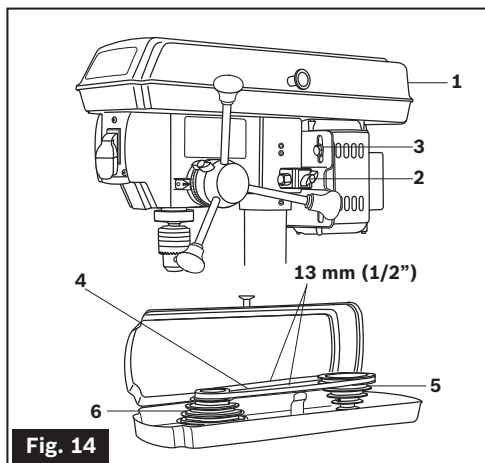

Fig. 14
### Instale a correia (fig. 14)
1. Abra a cobertura das polias e da correia (1).
2. Afrouxe os reguladores de fixação da tensão da correia (2) localizados em ambos os lados da furadeira de coluna.
3. Deslize o motor (3) o mais próximo possível do cabeçote da furadeira de coluna.
4. Coloque uma correia (4) ao redor da polia do motor (5) e da polia do fuso (6) na posição apropriada para a velocidade desejada (veja a fig. 14).
5. Puxe o motor afastando-o do cabeçote da furadeira de coluna até que a correia esteja tensionada apropriadamente. Aperte os reguladores de fixação da tensão da correia (2).
**Atenção!** A correia (4) deve estar suficientemente tensionada para evitar que ela escorregue. A tensão estará ajustada corretamente se a correia tiver uma deflexão de aproximadamente meia polegada quando se exercer pressão com o polegar em seu ponto central, entre as polias.
### Instale la correa (fig. 14)
1. Abra la cubierta de las poleas y de la correa (1).
2. Afloje los pomos de fijación de la tensión de la correa (2) ubicados a ambos lados del taladro de columna.
3. Deslice el motor (3) lo más cerca posible del cabezal del taladro de columna.
4. Coloque una correa (4) alrededor de la polea del motor (5) y la polea del husillo (6) en la posición apropiada para la velocidad deseada (vea la Fig. 14).
5. Tire del motor alejándolo del cabezal del taladro de columna hasta que la correa esté tensada apropiadamente. Apriete los pomos de fijación de la tensión de la correa (2).
**⚠ ¡Advertencia! La correa (4) debe estar lo suficientemente tensa como para evitar que resbale. La tensión está ajustada correctamente si la correa tiene una deflexión de aproximadamente media pulgada cuando se ejerce presión con el pulgar en el punto central de la correa entre las poleas.**
### Install the belt (fig. 14)
1. Open the pulley and belt cover (1).
2. Loosen the belt tension lock knobs (2) on both sides of the drill press.
3. Slide the motor (3) as close to the drill press head as possible.
4. Place a belt (4) on the motor pulley (5) and the spindle pulley (6) in the proper position for the desired speed (see Fig. 14).
5. Pull the motor away from the drill press head until the belt is properly tensioned. Tighten the belt tension lock knobs (2).
**⚠ Warning! The belt (4) should be tight enough to prevent slippage. Correct tension is set if the belt flexes about 1/2" when thumb pressure is applied at the midpoint of the belt between the pulleys.**